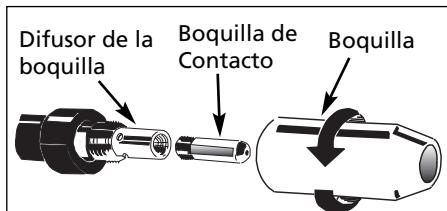

Figura 6 - Boquilla del Soplete
- Remueva la boquilla girándola en sentido antihorario cuando se tira de ella hacia afuera. Luego desenrosque la punta de contacto desde el extremo del soplete. (Vea la Figura 6). Enchufe la soldadora en el receptáculo de abastecimiento de energía correcto.
- Cuidadosamente deslice la punta de contacto sobre el alambre y atorníllela en el extremo del soplete. (Vea la Figura 6). Instale la boquilla girándola en el sentido de las manillas del reloj. Corte el alambre a aproximadamente 1/4 de pulgada de la boquilla.